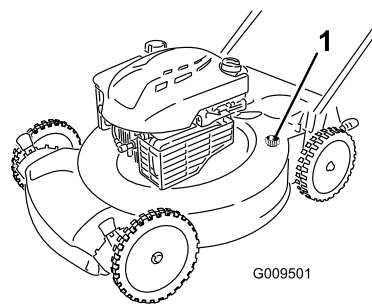

Figura 32
4. Ligue uma mangueira de jardim, ligada a uma torneira, à entrada para lavagem da máquina (Figura 32).